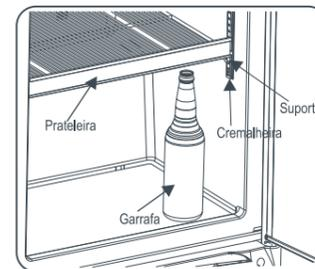

fig. 06
- ▶ Encaixe os suportes no trilho de apoio, tomando como referência a altura de uma garrafa, por exemplo de cerveja (aprox. 29 cm), a partir do piso do produto colocando 4 suportes para fixar cada prateleira (fig.06). Em seguida, coloque os outros suportes seguindo a mesma sequência acima.